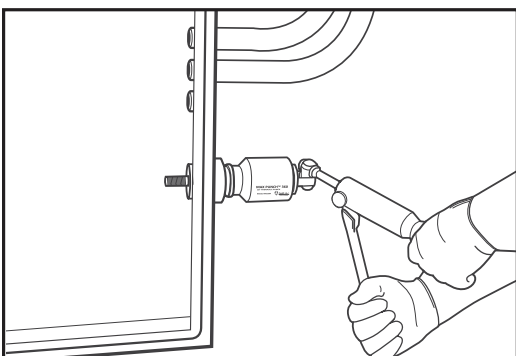

Fig. 7
10. Comienza a operar la manija de la bomba, deja de comprimir cuando se complete la perforación. (Fig. 7).